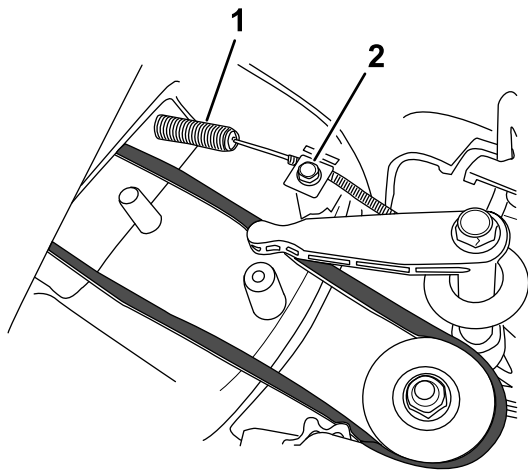

Figure 28
2. Montez le câble de frein de lame neuf, mais ne serrez pas le collier au sommet du carter de la tondeuse (Figure 28).